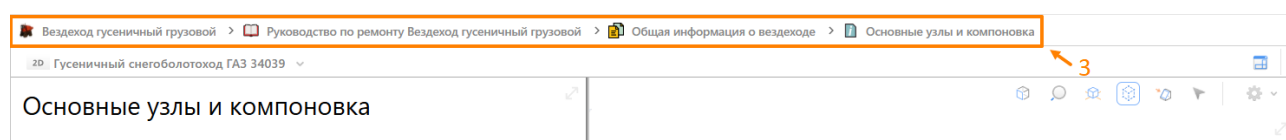

Рисунок 2 – Навигация с использованием ЭУ «хлебные крошки»
3. Навигация с использованием ЭУ «хлебные крошки», расположенного в верхней части окна (Рисунок 2).